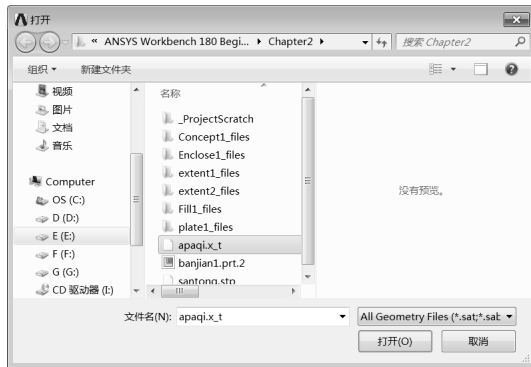

图 2-73 打开文件
Step2：在弹出的如图 2-73 所示的“打开”对话框中选择 apaqi.x_t 文件，并单击“打开”按钮。